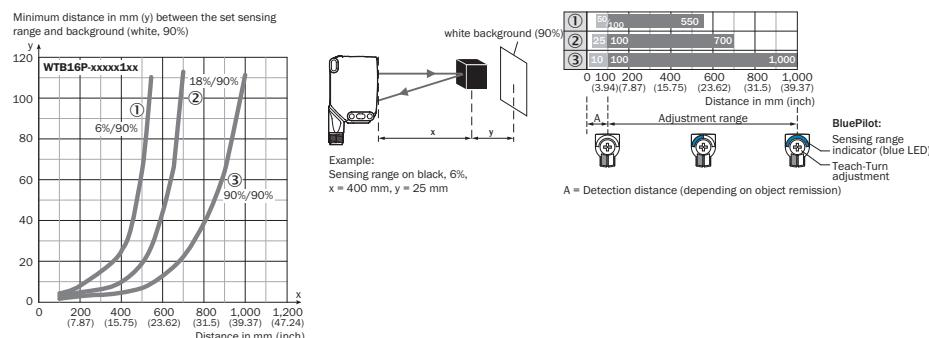

Figura 45: Linea caratteristica 1, WTB16P Bluetooth-xxxxxx1xx, luce rossa
Controllare le condizioni d'impiego: bilanciare distanza di lavoro e distanza dall'oggetto ossia dallo sfondo e coefficiente di riflessione dell'oggetto con il diagramma corrispondente [vedere immagini 5 e 7] (x = distanza di lavoro, y = distanza minima tra distanza di lavoro impostata e sfondo (bianco, 90%)), coefficiente di riflessione 6% = nero ①, 18% = grigio ②, 90% = bianco ③ (con riferimento al bianco standard secondo DIN 5033). Si consiglia di effettuare l'impostazione con un oggetto con basso coefficiente di riflessione. La distanza minima (= y) per la soppressione dello sfondo può venire rilevata dal diagramma [figura 45 ①] come segue: